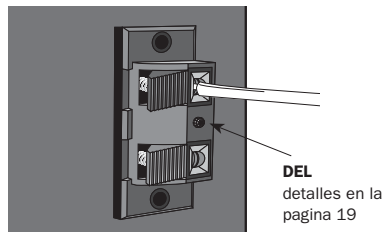

figura 8
4. Suelte el botón pulsador para fijar el cable en el borne (**figura 8**).